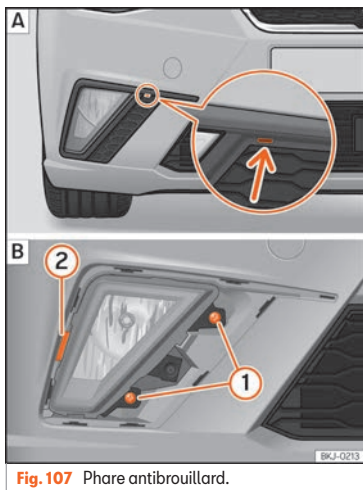

Fig. 107 Phare antibrouillard.
1. Soulevez l'encoche »» fig. 107 A (flèche) à l'aide d'un tournevis. Déclipsez ensuite les clips situés autour de la grille en effectuant un léger mouvement de levier.
2. Retirez les deux vis ① B et faites levier sur le clip ② pour retirer le phare antibrouillard.